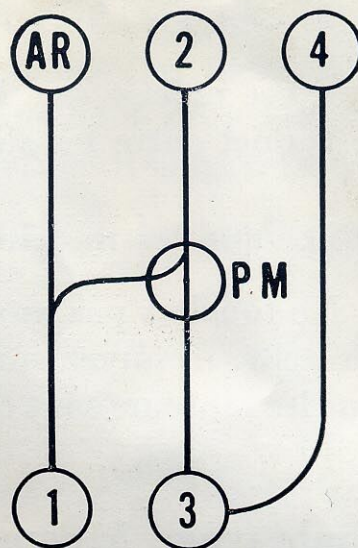

FIG. 3
Changement de vitesses (fig. 3)
- mettez le levier de vitesses au point mort (fig. 3),